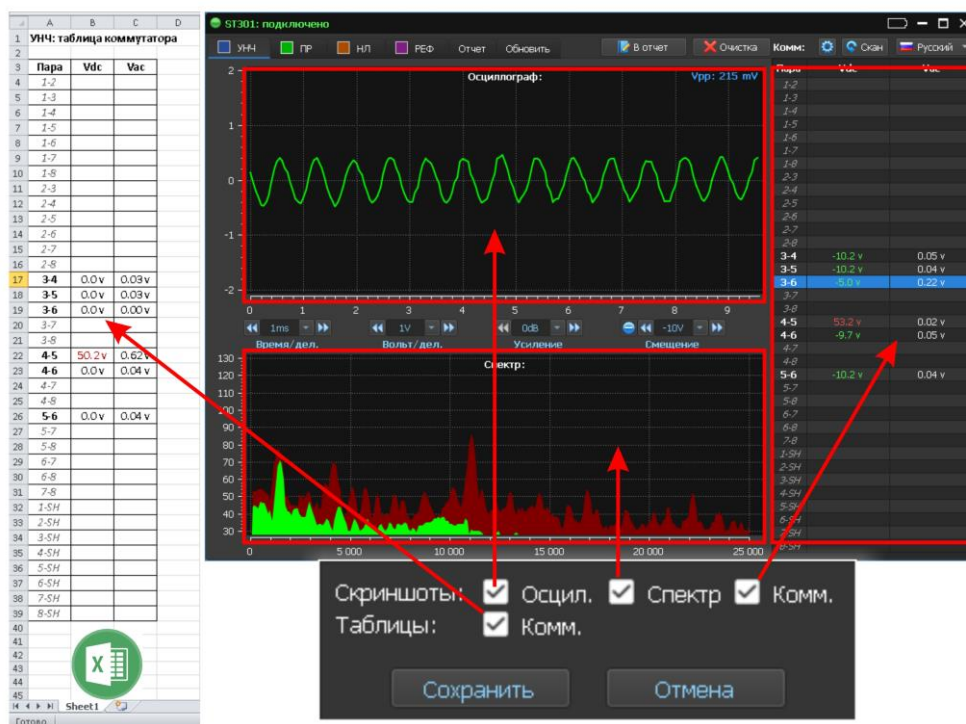

Рис.69
**При работе канала УНЧ имеется возможность сохранить (рис.69):**